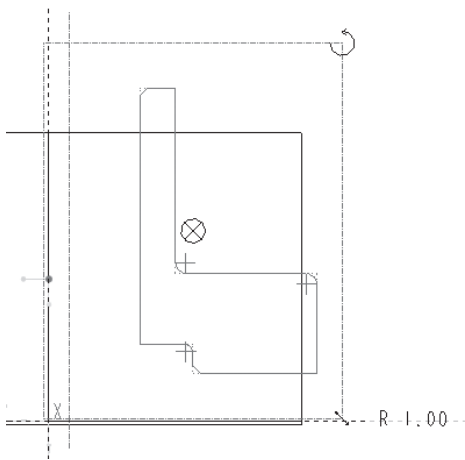
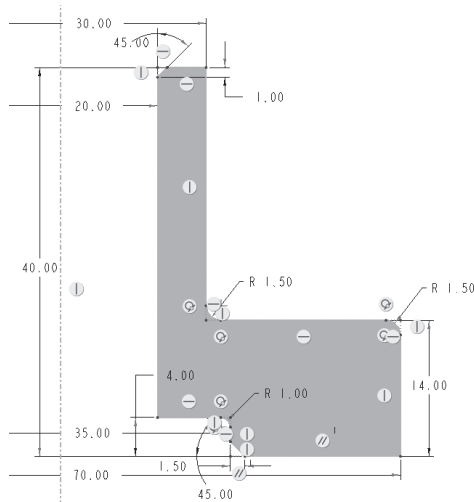

图 2-2-30 创建轮廓
图 2-2-31 修改轮廓尺寸
(3) 进入草绘模块, 单击“草绘视图”按钮, 在绘图区空白处单击, 调整比例为 1, 创建如图 2-2-30 所示的轮廓, 单击上方的“确定”按钮 , 回到草绘模式, 修改轮廓尺寸, 如图 2-2-31 所示。